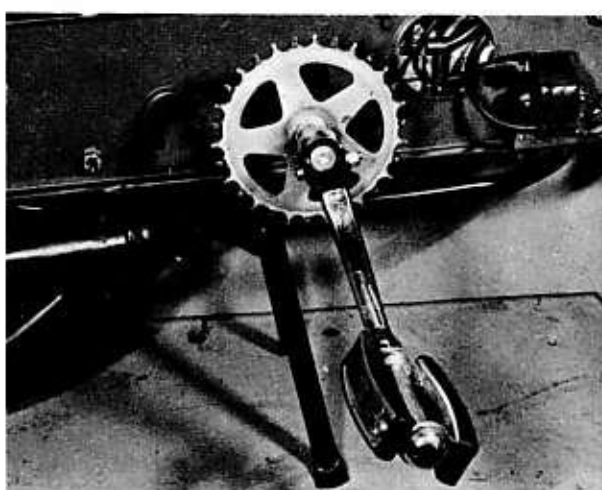

Bild 79
- Nach dem Abnehmen der linken Tretkurbel kann die Tretkurbelwelle nach rechts herausgezogen werden (Bild 79). Es genügt, Welle und Büchsen gelegentlich zu schmieren, da die Abnützung sehr gering ist. Abgenützte Büchsen können aus ihren Sitzen ausgetrieben und durch neue ersetzt wer- den, die eingetrieben werden. Die Pedale können von den Kurbeln abgeschraubt werden. Das rechte Pedal ist mit einem Rechtsgewinde, das linke Pedal mit einem Linksgewinde versehen.